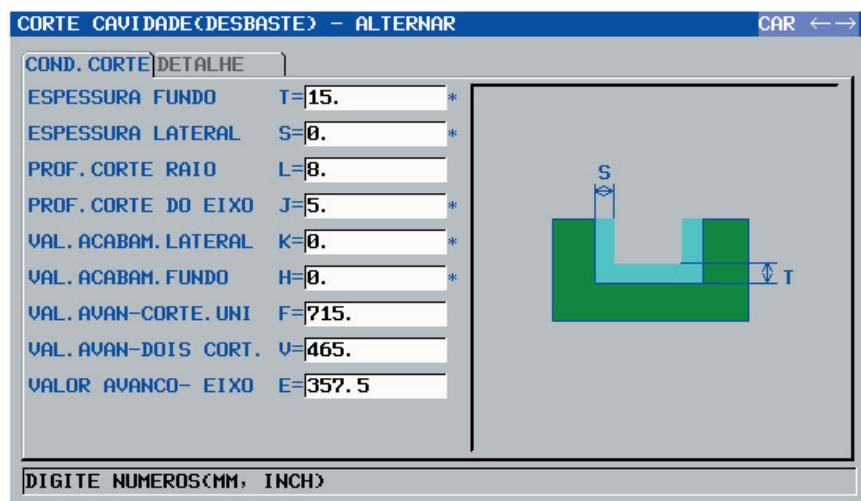

Figura 21 - Janela “COND. CORTE” - Ciclo de Cavidade
- Preencher os campos conforme a figura 21